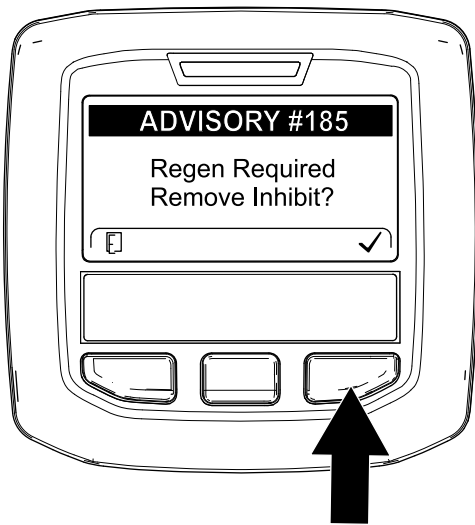

Рисунок 37
**Примечание:** Если настройка INHIBIT REGEN (ЗАПРЕТ РЕГЕНЕРАЦИИ) установлена на ON (Вкл.), дисплей инфо-центра покажет ИНФОРМАЦИОННОЕ СООБЩЕНИЕ № 185 (Рисунок 37). Нажмите кнопку 3, чтобы установить настройку запрета регенерации на КОГДА ИДЕТ ПРОЦЕСС РЕГЕНЕРАЦИИ СО СБРОСОМ, НА ДИСПЛЕЕ ИНФО-ЦЕНТРА ОТОБРАЖАЕТСЯ ЗНАЧОК ВЫСОКОЙ ТЕМПЕРАТУРЫ ВЫХЛОПА, и продолжайте регенерацию со сбросом.